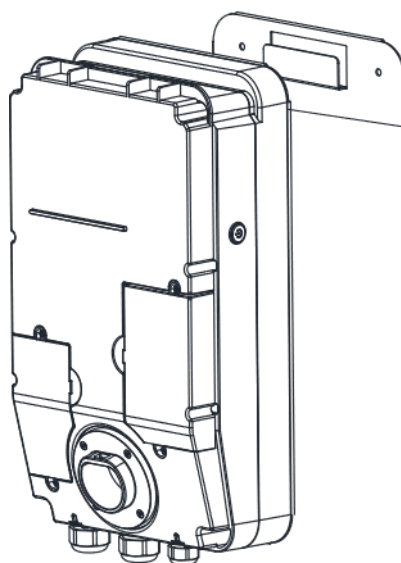

Figure 4.2
(1) Soulevez légèrement le capot externe du Wallbox et placez-le sur le côté.
(2) Accrochez le corps principal du Wallbox sur la plaque métallique arrière, en veillant à l'alignement gauche-droite, comme indiqué dans la **Figure 4.2**.